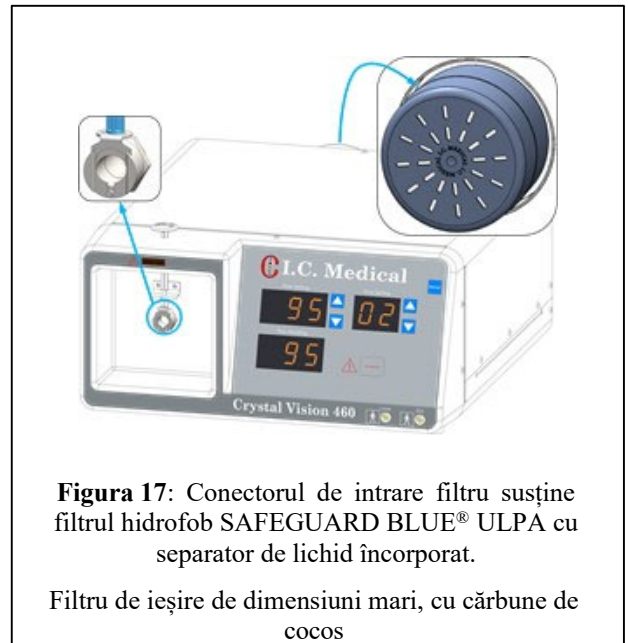

Figura 17: Conectorul de intrare filtru susține filtrul hidrofob **SAFEGUARD BLUE®** ULPA cu separator de lichid încorporat.
10. **CONECTORUL DE INTRARE FILTRU** (Figura 17) susține filtrul hidrofob **SAFEGUARD BLUE®** ULPA cu separator de lichid încorporat. Inelul metalic trebuie apăsat în jos pentru a elibera filtrul hidrofob **SAFEGUARD BLUE®** ULPA cu separator de lichid încorporat. Înlocuiți capacul de la extremitatea filtrului hidrofob **SAFEGUARD BLUE®** ULPA cu separator de lichid încorporat atunci când acesta nu este în uz. Înlocuiți filtrul hidrofob **SAFEGUARD BLUE®** ULPA cu separator de lichid încorporat atunci când se aprinde indicatorul **ÎNLOCUIRE FILTRU**.
11. **CONNECTOR FILTRU DE IEȘIRE de dimensiuni mari, cu cărbune de cocos (conectorul nu este figurat)** (Figura 17). **CONNECTORUL FILTRULUI DE IEȘIRE de dimensiuni mari, cu cărbune de cocos** este amplasat pe panoul din spate al unității **CRYSTAL VISION®** și susține filtrul de ieșire de dimensiuni mari, cu cărbune de cocos. Filtrul de ieșire de dimensiuni mari, cu cărbune de cocos poate fi reutilizat de câteva ori. Filtrul de ieșire de dimensiuni mari, cu cărbune de cocos are o durată de viață de trei luni. Filtrul de ieșire de dimensiuni mari, cu cărbune de cocos asigură controlul mirosurilor și reduce zgomotul de funcționare a pompei de vid.